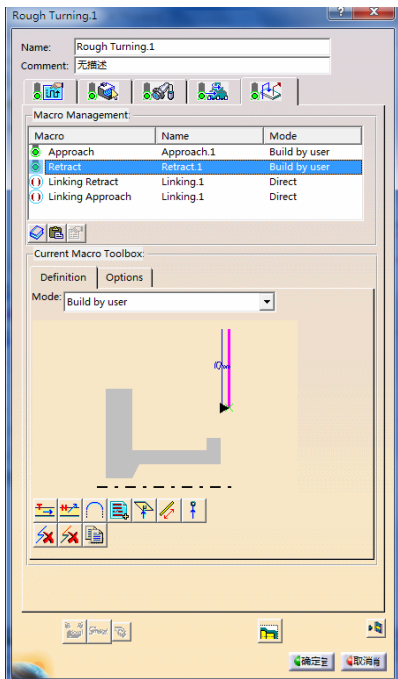

图 6-120 设置“Retract”参数 (6)
by user”，然后单击 Remove all motion 按钮和 Add Horizontal motion 按钮, 设置 “Retract” 参数 (6) 如图 6-120 所示。